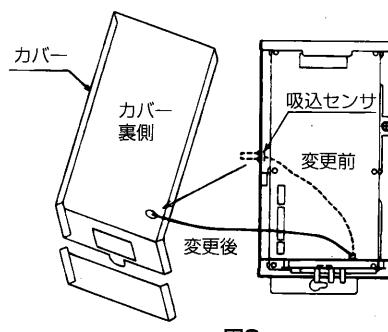

図2
3. 制御ボックスカバーを外しボックスに取付けてある吸込センサーをカバーに付け換えてください。(図2)
3) フレア断熱②を配管接続部に挟み込むように取り付けてください。(図2参照)